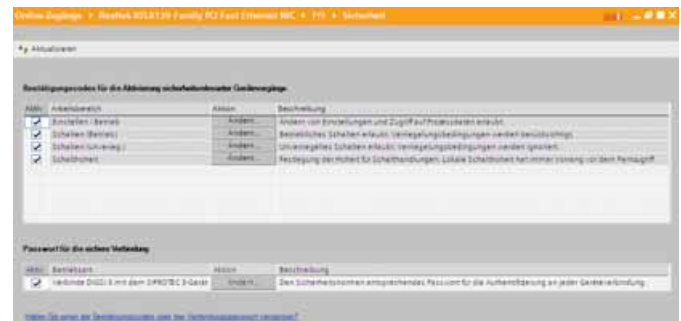

Bild 9.5 Einstelldialoge für Passwörter und Sicherheitsabfragen
- Anschließend erfolgt die Abfrage von Bestätigungs-codes für Cyber Security-kritische Aktionen, die schreibend auf das Gerät zugreifen, wie z. B. das Ändern von Parametern. Diese sind durch den Anwender konfigurierbar und es gibt unterschiedliche Bestätigungs-codes für schutz- und leittechnische Funktionalität (Bild 9.5).